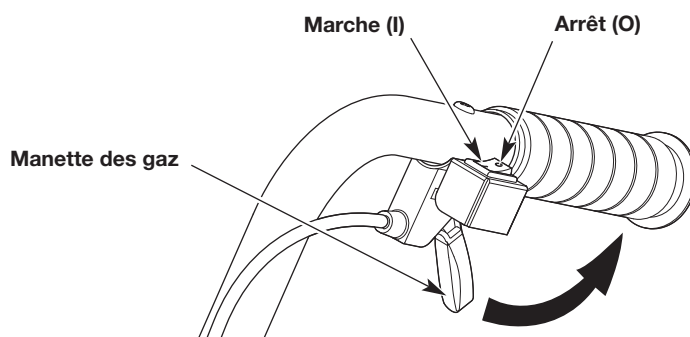

Fig. 7
REMARQUE : il n'est pas nécessaire de démarrer l'appareil. L'interrupteur de marche/arrêt est constamment en position de marche (I) (Fig. 7).
5. **NE PAS** enfoncer la manette des gaz (Fig. 7). Tirez sur la corde de démarrage en effectuant un mouvement contrôlé et ferme jusqu'à ce que l'appareil démarre (Fig. 9).
7. Serrez et maintenez la manette des gaz enfoncée (Fig. 7). Continuez à réchauffer le moteur pendant 30 à 60 secondes supplémentaires. L'appareil peut être utilisé pendant ce laps de temps.
2. Appuyez sur l'interrupteur de marche/arrêt et maintenez-le enfoncé en position d'arrêt (O) jusqu'à ce que le moteur s'arrête complètement (Fig. 7).